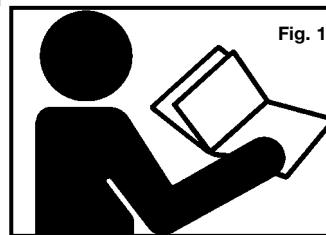

Fig. 1
- **Lisez et comprenez les étiquettes sur l'outil ainsi que son manuel.** La non-observation des avertissements pourrait résulter en la MORT ou en de SÉRIEUSES BLESSURES. (Fig. 1)